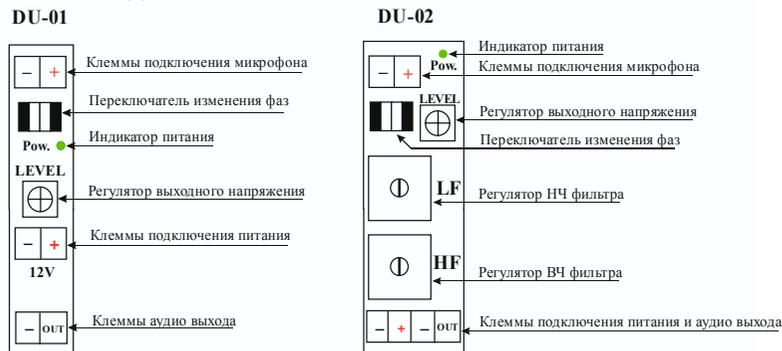

Рис.1 Приемник. План расположения элементов
6. При установке приемника DU-02, регуляторами НЧ и ВЧ (см.рис.1) добейтесь максимально комфортного прослушивания речи